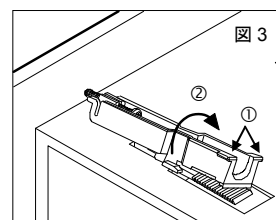

図3
4. ネジを緩めた位置で、取付具の突起部を摘んで持ち(①)、横方向に回転させて(②)、取付具をケースから取り外します。(図3)